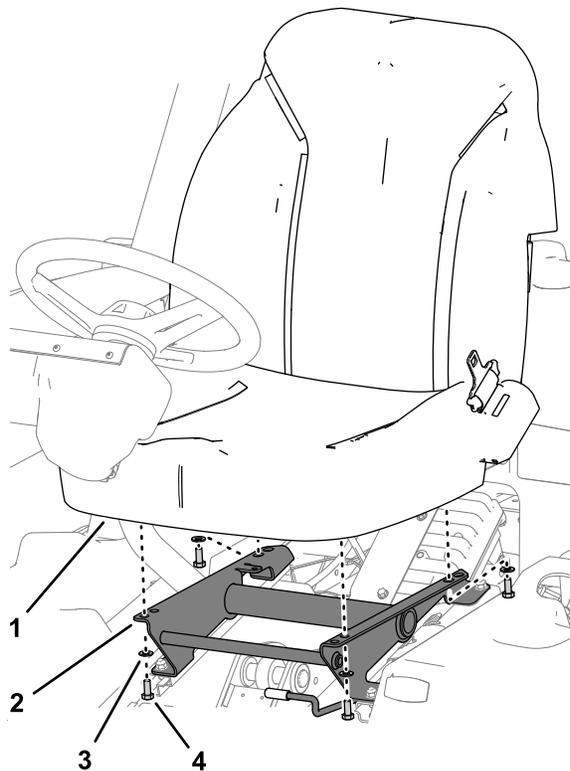

図 4
3. 先ほど外したボルト4本とワッシャを使って運転席をシートベースに取り付ける **図4**。